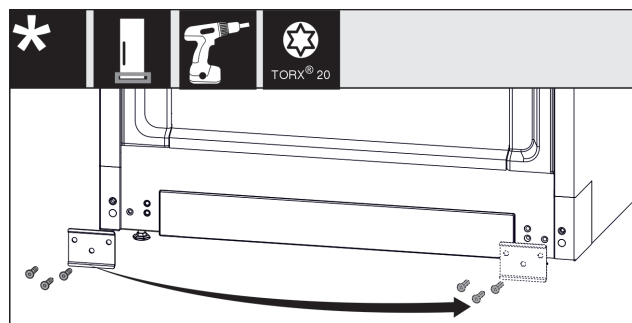

Fig. 28
- Odšroubujte plech Fig. 28 (1), přesuňte jej na druhou stranu a přišroubujte jej zpět.